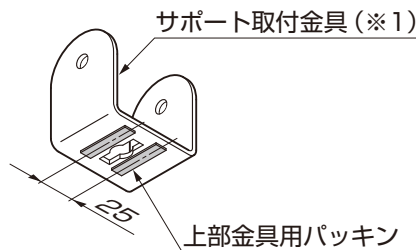

図3-1
①上部金具用パッキンをサポート取付金具に貼付けてください。(図3-1参照)